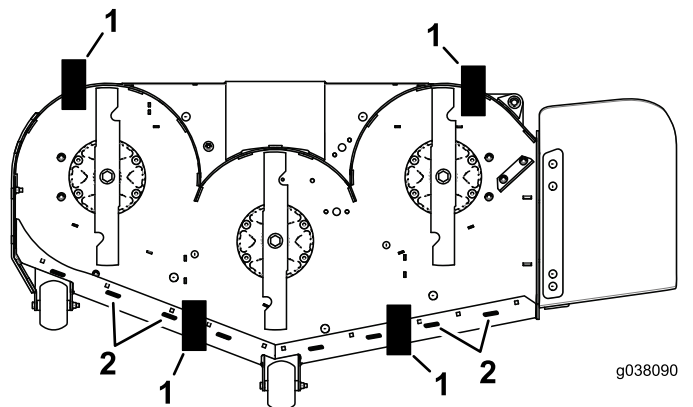

Figure 107
11. Placez une cale (voir le Tableau de hauteur de cale et d'inclinaison) sous le bord arrière de la jupe du tablier de coupe de chaque côté du tablier de coupe (Figure 107).